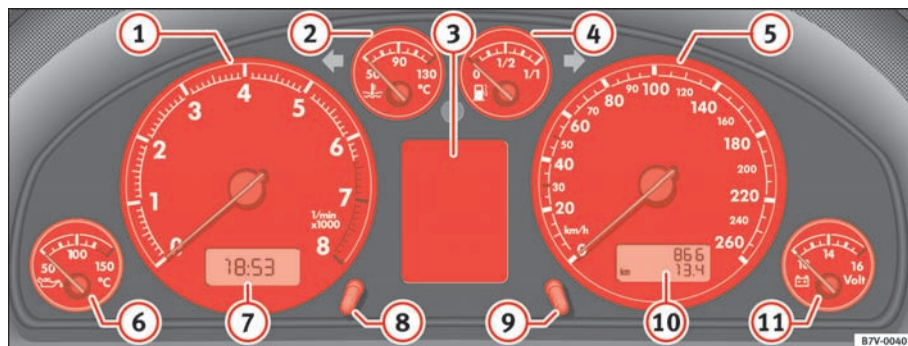

Fig. 44 Udsnit af instrumentpanelet: instrumenter
Hvis nålen fx står lige over 2, er omdrejningstallet 2.000/min ⇒ fig. 44 ①.
- Drej indstillingsknappen ⇒ side 60, fig. 44 **8** et kort øjeblik mod uret for at stille uret en time frem.
Den øverste tæller i kilometertælleren ⇒ side 60, fig. 44 **10** registrerer bilens samlede antal kørte kilometer.
Den nederste tæller registrerer de korte ture. Det sidste ciffer skifter for hver 100 m. Triptælleren kan nulstilles ved at trykke på nulstillingsknappen ⇒ side 60, fig. 44 **9**. ■
Voltmetret ⇒ side 60, fig. 44 **11** angiver spændingen i bilens elektriske system. Spændingen i det elektriske system bør normalt ikke overstige 12-15
Meddelelsen om tid til service vises enten i kilometertælleren display ⇒ side 60, fig. 44 **10** eller i kombiinstrumentets display⁷⁾ ⇒ side 60, fig. 44 **3**.